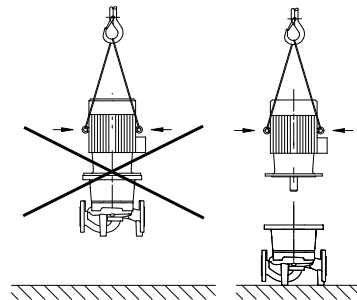

Fig. 33: Transportul motorului
- Inelele de transport de la motor sunt admise numai pentru transportul motorului, nu însă și a întregii pompe (Fig. 33).